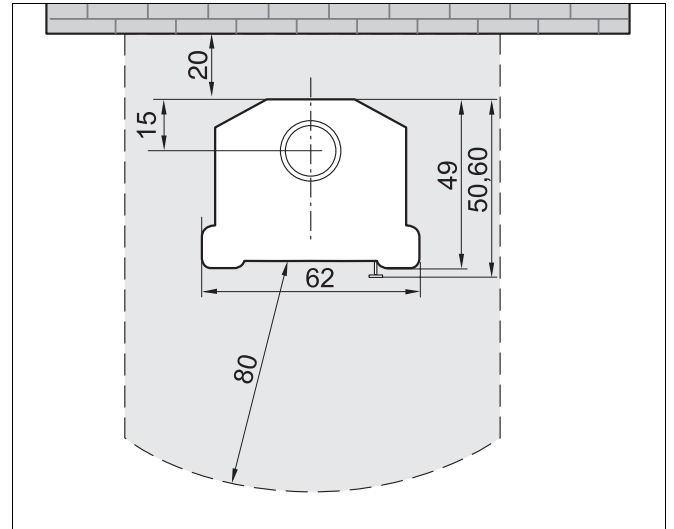
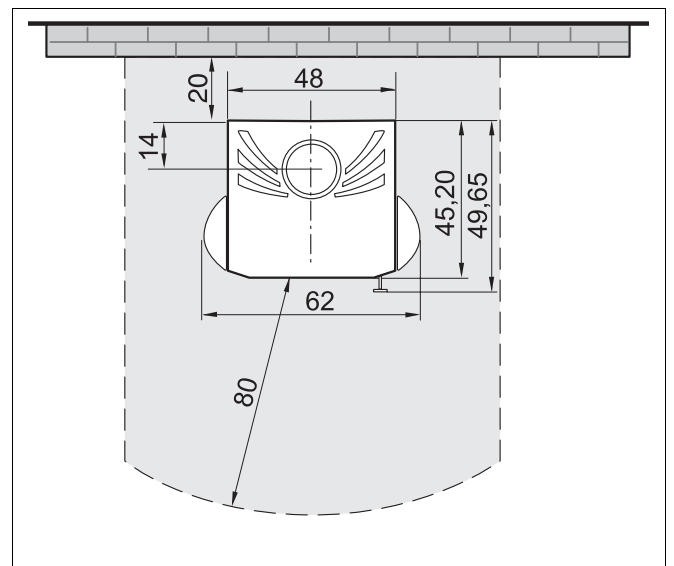

Abb. 30 Kaminofen blueline 4 – Sicherheitsabstände (Maße in cm)
Abb. 31 Kaminofen blueline 5 – Sicherheitsabstände (Maße in cm)
- Vergleichen Sie bitte auch Abb. 30 und Abb. 31.